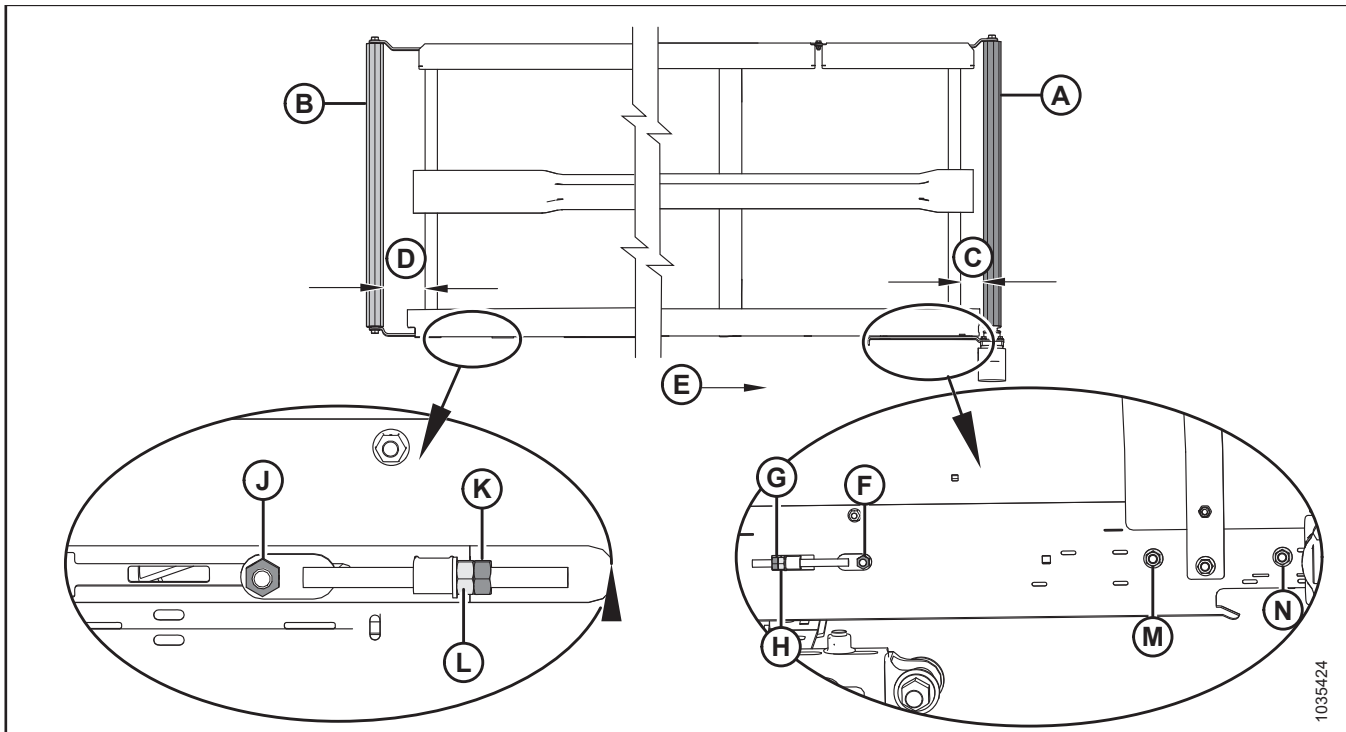

Figura 4.233: Reglaje de urmărire a transportorului cu bandă – Transportor cu bandă stânga
2. Reglați cilindrul de acționare (A) pentru a modifica **C** (consultați Tabelul 4.2, pagina 428 și Figura 4.233, pagina 428), după cum urmează:
- a. Slăbiți piulițele (F), (M) și (N) și contrapiulița (G).
- b. Rotiți piulița de reglare (H).
- c. Strângeți piulițele (F), (M) și (N) și contrapiulița (G).
3. Reglați rola întinzătoare (B) pentru a modifica **D** (consultați Tabelul 4.2, pagina 428 și Figura 4.233, pagina 428), după cum urmează:
- a. Slăbiți piulița (J) și contrapiulița (K).
- b. Rotiți piulița de reglare (L).